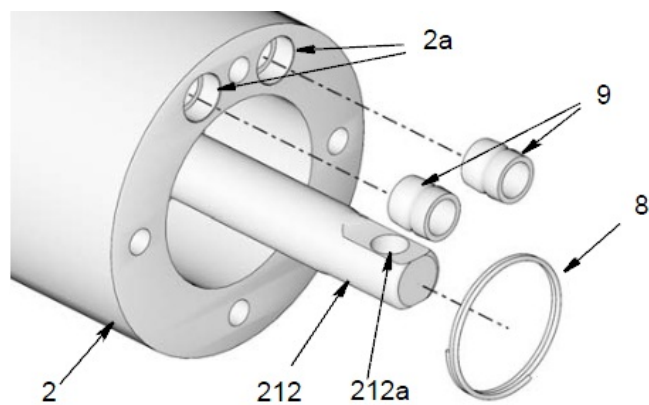
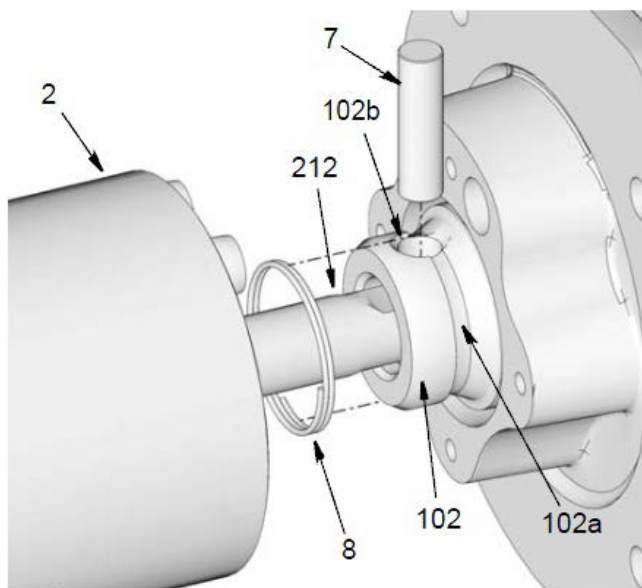

Рис. 37
Рис. 38
18. Переместите вверх компонент переводного рычага до сих пор, пока переводной рычаг (212) не превысит адаптер насоса (2), как показано на рис. 37.
19. Нанесите тонкий слой смазки на шайбу (9). Установите уплотнение на адаптер насоса (2), как показано на рис. 37.
20. Установите пружину (8) на конец переводного рычага (212), как показано на рис. 38.
21. Уберите блок клапанов с тисков. Совместите отверстие (212a) в переводном рычаге (212) (рис. 37) с отверстием (102b) в соединительном рычаге (рис. 38). Вставьте штифт (7) через отверстия.
22. Переместите пружину (8) на штифт (7), закрепите штифт должным образом.